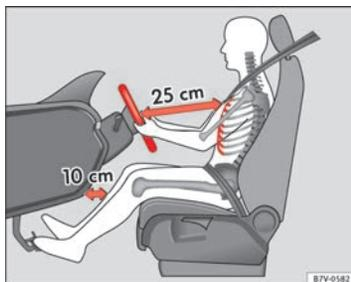
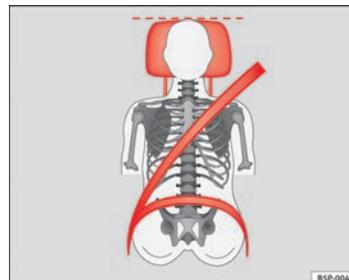

Fig. 1 La distance correcte entre le conducteur et le volant doit être de 25 cm minimum (10 pouces).
Fig. 2 Sangle bien ajustée et appuie-tête correctement réglé.
- Réglez l'appuie-tête de manière à ce que son bord supérieur soit, dans la mesure du possible, à la même hauteur que la partie supérieure de votre tête, et au moins à la hauteur de vos yeux. Gardez la nuque le plus près possible de l'appuie-tête ⇒ fig. 1 et ⇒ fig. 2.
- Réglez le volant à une distance d'au moins 25 cm (10 pouces) de votre cage thoracique ⇒ fig. 1 et de sorte à pouvoir saisir des deux mains et avec les bras légèrement fléchis le volant latéralement par la partie extérieure.
- Réglez le siège du conducteur dans la longueur de manière à pouvoir actionner à fond les pédales avec les jambes légèrement fléchies tout en maintenant les genoux à au moins 10 cm (4 pouces) de la planche de bord ⇒ fig. 1.